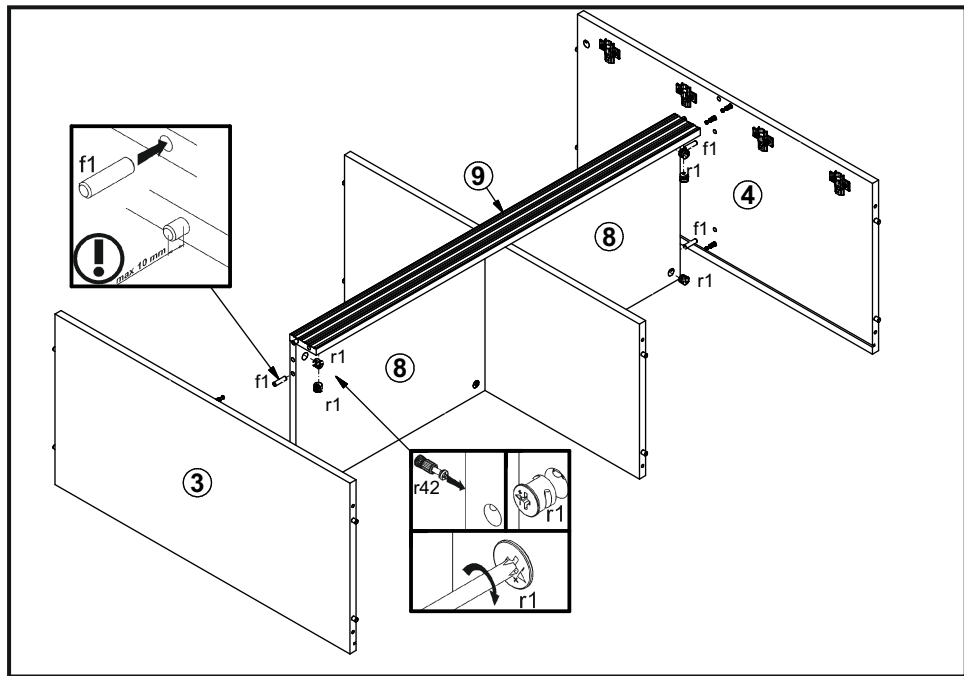

Рисунок 4
4.7. Соединить детали 3,4,5,8,9 и затянуть стяжки эксцентриковые r1, пользуясь отверткой (см. рис. 4).